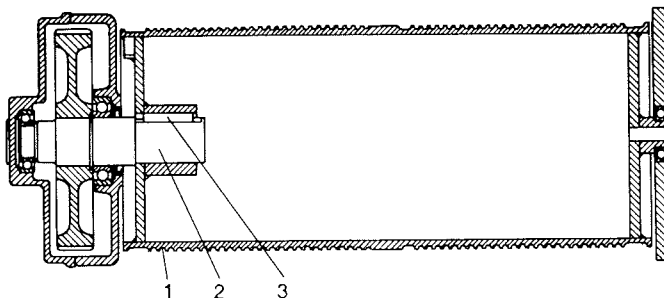

Fig. 8. Lintrumma med lagring
Lintrumman (1) i fig. 8, sitter på axeln (2) med tämligen lätt passning (G7/h6).